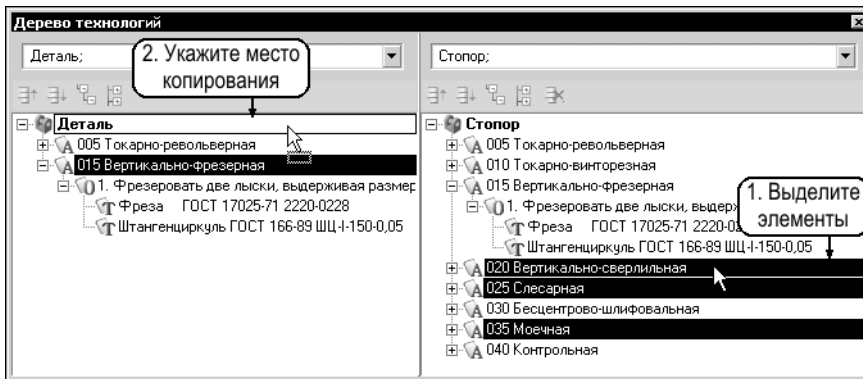

Рис. 9.38. Копирование операций в конец дерева проектируемого ТП
- элементы копируются вместе с подчиненными уровнями. Так, при копировании операции «Вертикально-фрезерная» (рис. 9.38) она будет помещена в проектируемый ТП вместе с подчиненными переходами и оснасткой;
- для добавления элемента (группы элементов) дерева в конец раздела установите курсор на первый элемент этого раздела. Например, если группу операций, выделенных на рис. 9.38, требуется скопировать в конец ТП, то при перемещении выделенных операций установите курсор на наименование детали (корневой элемент дерева проектируемого ТП).